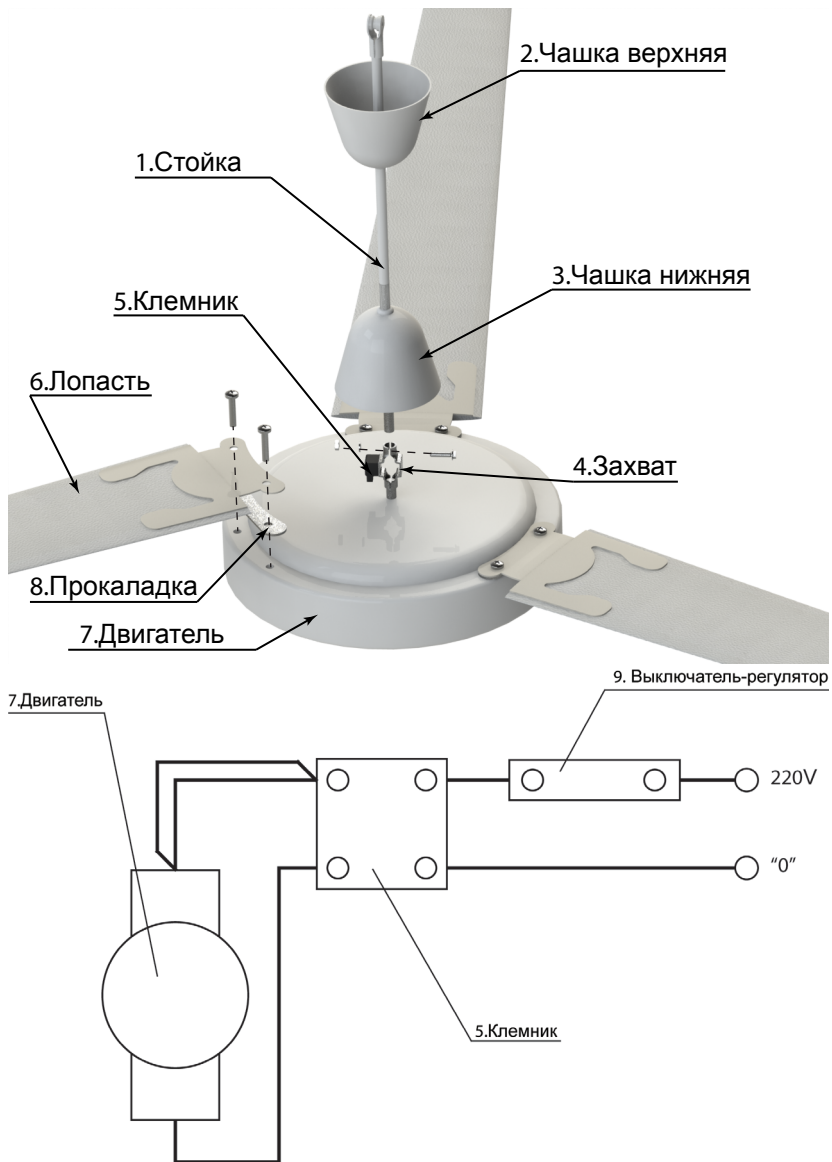

Рис. 3.1 - Схема монтажа и подключения
5.3 Монтаж и подключение вентилятора (рис. 3.1,3.2).